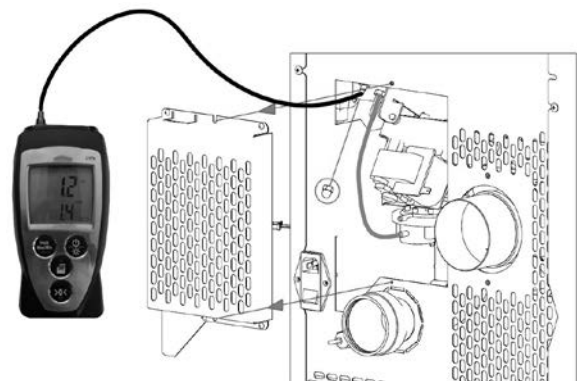

Fig. 36 - Anschluss des Digitaldruckwächters
- Über einen kleinen Schlauch einen Digitaldruckwächter zum Messen des Unterdrucks anschließen (siehe **Fig. 36**).